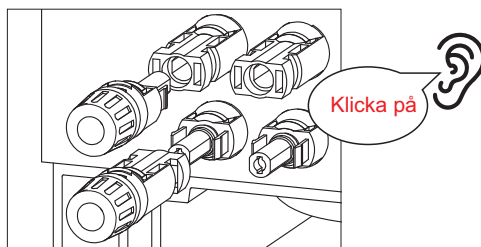

Bild 4.12
7. Anslut den kabelanslutna DC-terminalen till växelriktaren enligt bild 4.12 och lyssna efter ett litet "klick" som indikerar att den är korrekt ansluten.